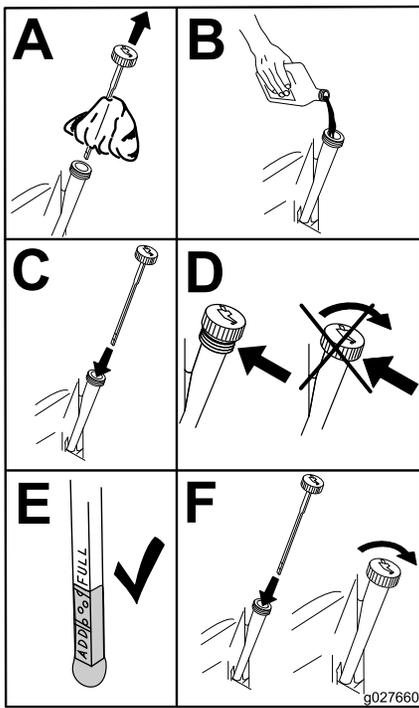

Figura 46
5. Vierta lentamente un 80% aproximadamente del aceite especificado por el tubo de llenado, luego añada lentamente el resto del aceite hasta que llegue a la marca Full (Lleno) (Figura 46).